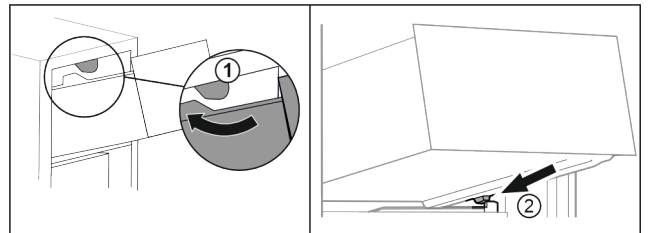

Fig. 94
- ▶ Guider le tiroir en contournant les butées supérieures. Fig. 94 (1)
- ▶ Placer le tiroir, en l'inclinant, derrière les butées inférieures sur la nervure de récipient. Fig. 94 (2)